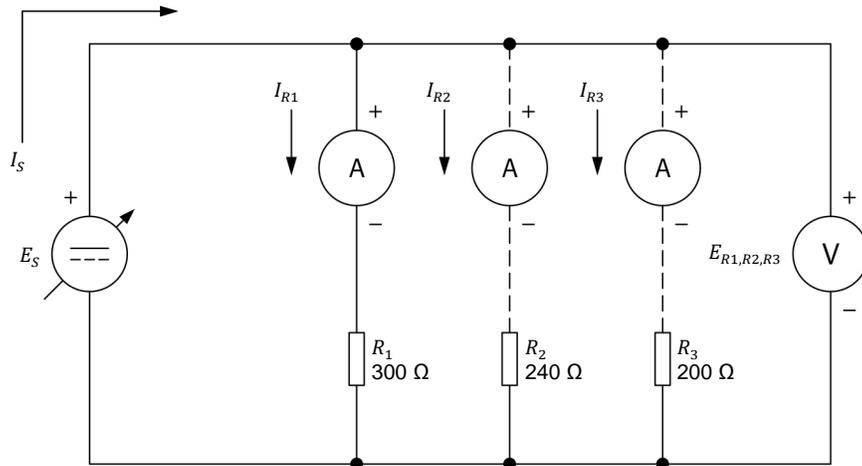

Figure 31. Circuit fait de résistances connectées en parallèle.
13. Montez le circuit montré dans la figure 31. Pour obtenir l'arrangement de résistances dans la figure 31, effectuez les connexions et réglages des commutateurs nécessaires sur le module **Charge résistive**.
Réglez un multimètre pour mesurer le courant cc et connectez-le en série avec la résistance R_1 , comme le montre la figure 31.
Réglez un multimètre pour mesurer la tension cc et connectez-le aux bornes des trois résistances, comme le montre la figure 31.
Le symbole d'ampèremètre est pointillé pour I_{R2} et I_{R3} dans la figure 31. Cela se produit parce que l'ampèremètre (I) sera déplacé dans les autres branches du circuit pour mesurer les courants I_{R2} et I_{R3} . Pour l'instant, fermez les branches des résistances R_2 et R_3 à l'aide d'un câble de connexion afin d'avoir trois résistances connectées en parallèle.
14. Calculez la résistance équivalente $R_{Eq.}$ des résistances en parallèle dans la figure 31. Puis, calculez le courant de source I_S à partir de la résistance équivalente $R_{Eq.}$ et de la tension de source E_S de 50 V.
18. Éteignez la source d'alimentation interne. Déconnectez l'ampèremètre de la résistance R_1 et connectez-le en série avec la résistance R_2 , comme le montre la figure 31. Assurez-vous de garder les trois résistances connectées en parallèle.
19. Éteignez la source d'alimentation interne. Déconnectez l'ampèremètre de la résistance R_2 et connectez-le en série avec la résistance R_3 , comme le montre la figure 31. Assurez-vous de garder les trois résistances connectées en parallèle.